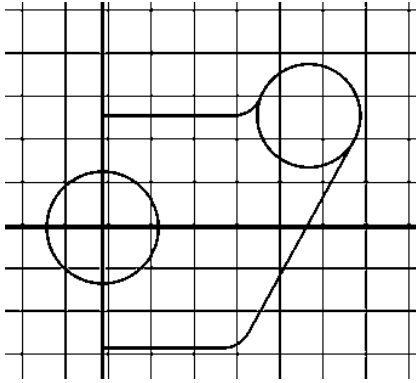

Рис. 31. Сопряжение объектов
4. Сопряжение объектов (рис. 31):